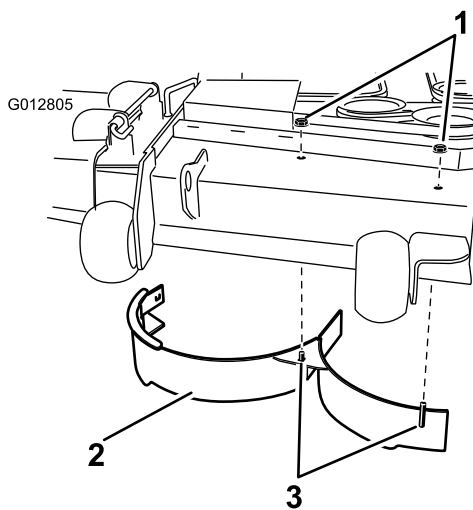

Bild 34
10. Entfernen Sie die zwei Sicherungsmuttern (5/16"), mit denen die geschweißten Streben des rechten Ablenkblechs oben am Mähwerk in der Mitte und rechts von der Mittelstellung befestigt sind (Bild 34). Entfernen Sie das rechte Ablenkblech vom Mähwerk.